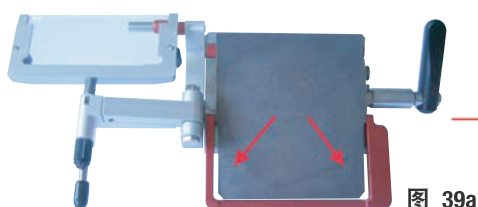

图 39a
- 把防卷板折到一边，并将吸嘴固定在压板上 — 参见图 39a 的标记 —（使用吸嘴背面的四块磁铁）。